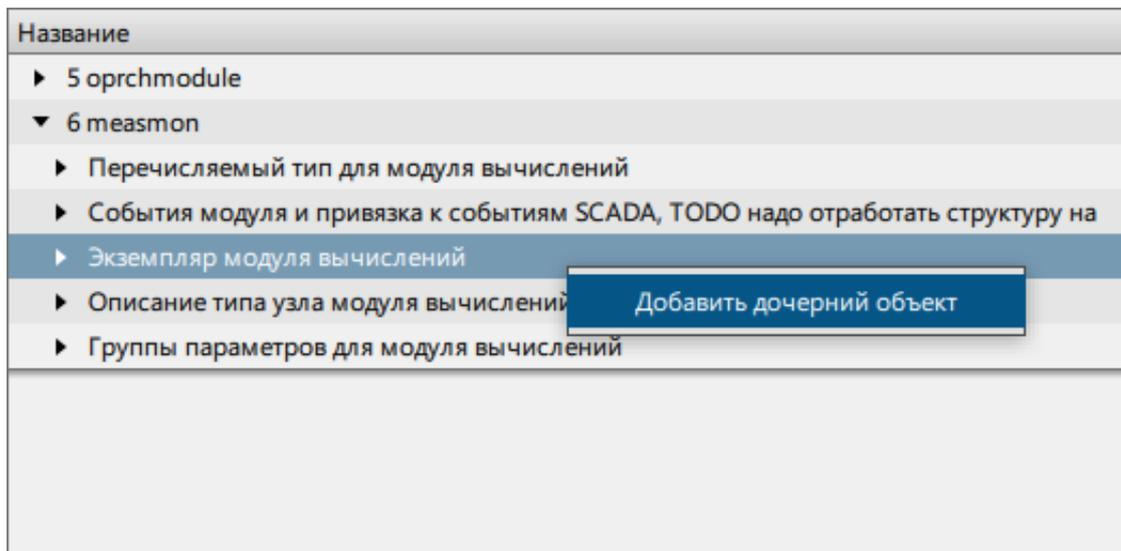

Рисунок 425 - Экземпляр модуля вычислений
4. Нажмите по **Экземпляр модуля вычислений** и выберите **Добавить дочерний объект** (Рисунок 425).